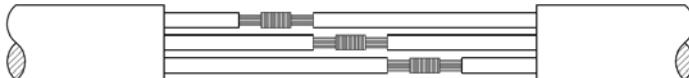

Рис. 8. Соединение электрокабеля
- 2) Соединить жилы кабеля двигателя с жилами удлинителя кабеля и сплести жилы попарно. Затем необходимо тонкой медной нитью тую их сплести раздельно друг от друга, как показано на рис. 8. Обрезать остатки медной нити. Сгладить